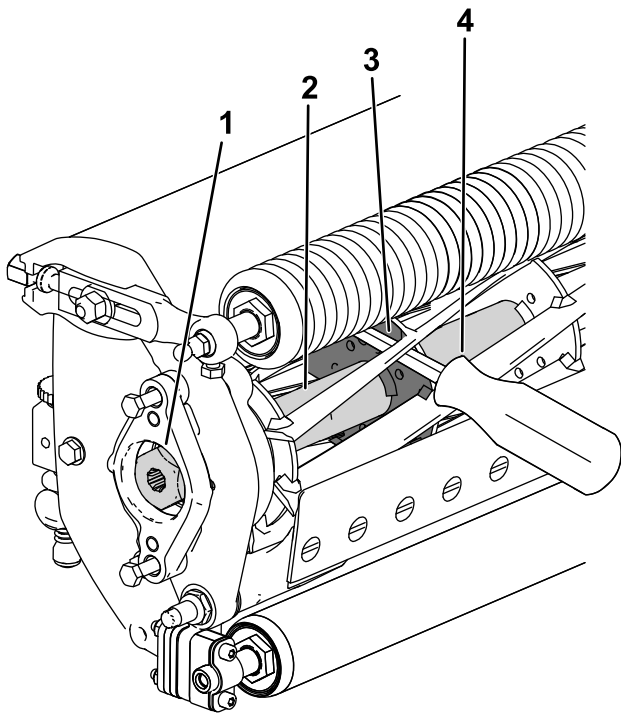

Рисунок 36
2. Вставьте монтировку с длинной ручкой (рекомендуется использовать монтировку размером 0,95 x 30 см [3/8 x 12 дюймов] с рукояткой как у отвертки) через нижнюю часть режущего барабана и максимально близко к боковой части режущего барабана, к которому вы будете прилагать крутящий момент (Рисунок 36).
3. Установите монтировку так, чтобы она была прижата к сварной стороне опорной пластины барабана (Рисунок 36).